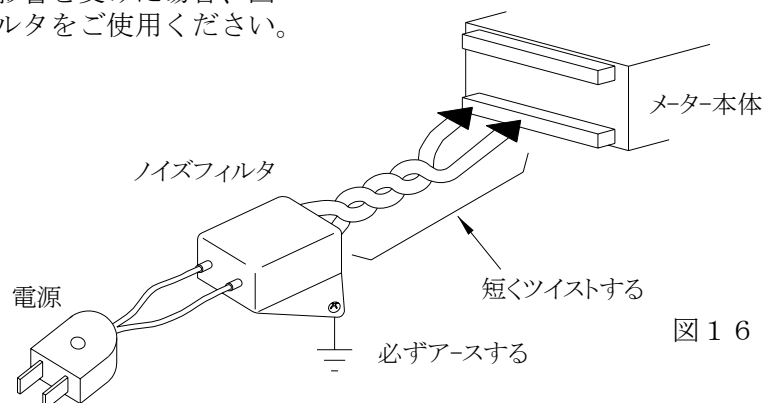

図16
- (1) 電源は動力線と直接共用しないでください。動力線を使用する場合は絶縁トランスを入れて2次側を使用してください。（弊社でも絶縁トランスPT-93を用意できます。）
- (2) 入力信号コードにシールド線を使用し、ノイズの発生源からできるだけ離して、配線してください。
- (3) 入力信号コードをできるだけ短くし、動力線やインバータなどのノイズの発生源をさけて、極力雑音を拾わない経路に配管して布設してください。
- (4) 機械のGNDアースコードには、非常にノイズが多く含まれている場合がありますので、メータのGNDに接続させない方が良い場合もあります（メータを完全に機械から絶縁状態）。
- (5) 電源ラインよりノイズの影響を受けた場合、図16のようにノイズフィルタをご使用ください。